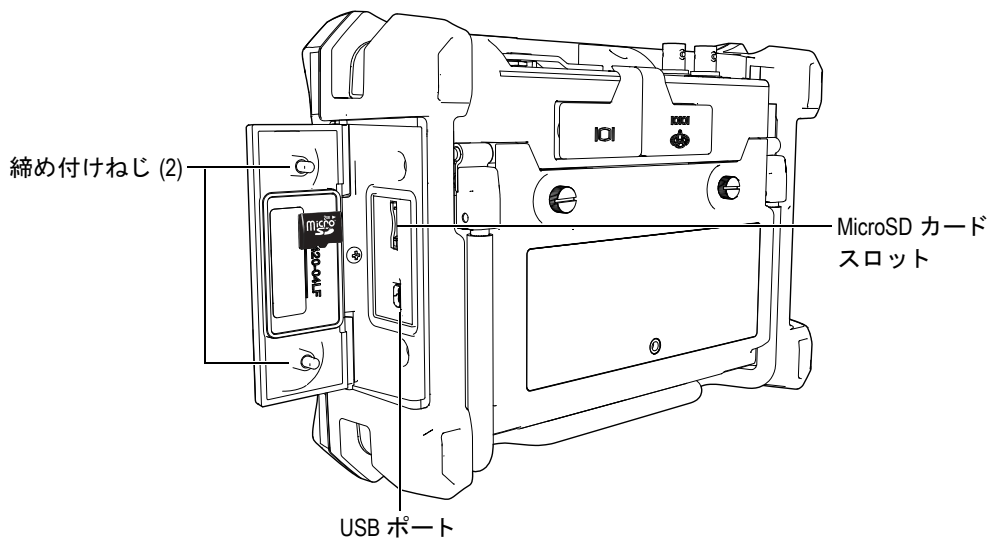

図 1-12 側面ドア
2. 2本の締め付けねじを緩めて、EPOCH 600 の側面にあるドアを開きます (31 ページ図 1-12 参照)。
4. カチッという音がするまで、カードを MicroSD スロットに注意深く差し込みます (31 ページ図 1-12 参照)。